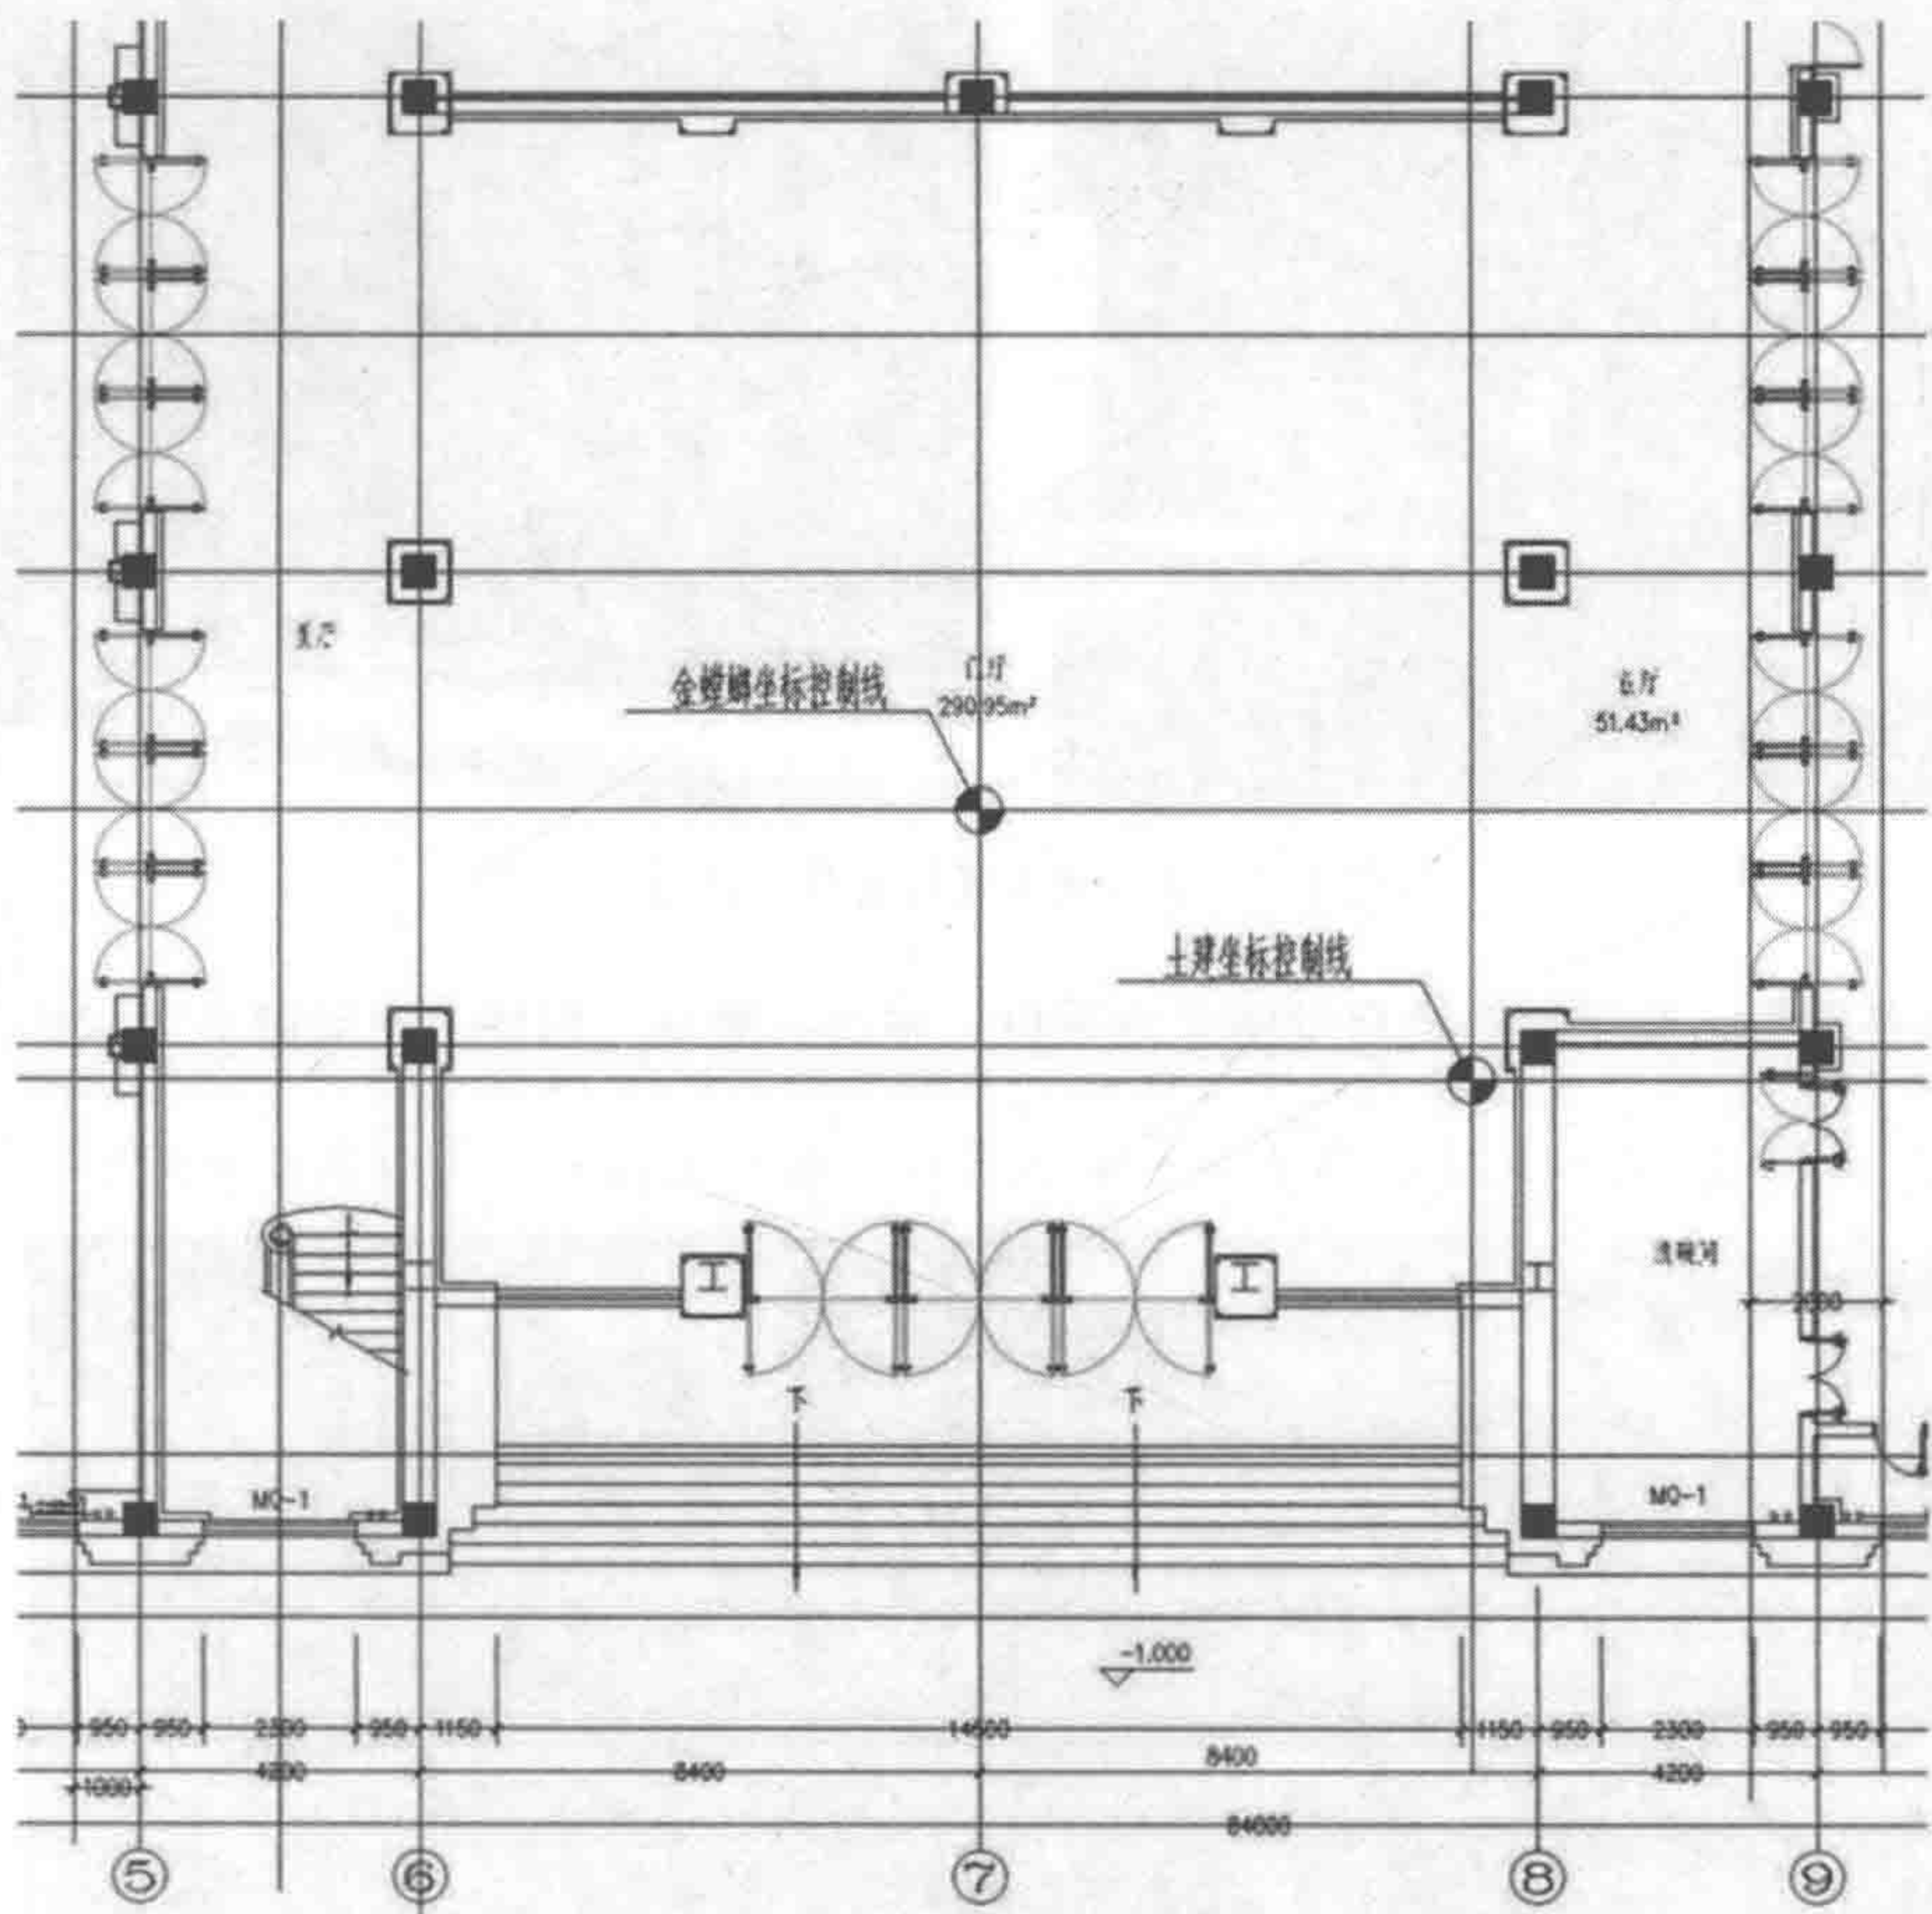

图 1-5 轴线和主控线示意图
- ◆ 根据建筑总平面图到现场草测，核对图纸上的理论尺寸与现场实际尺寸是否吻合，现场找出土建的轴线和主控线，如图 1-5 所示。